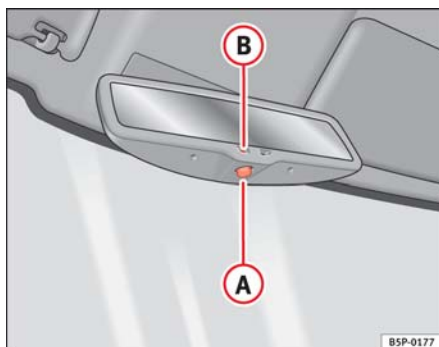

Fig. 81 Retrovisor interior con ajuste automático para posición antideslumbrante.
- Pulse la tecla **A** ⇒ fig. 81. El testigo de control **B** se apaga.
- Pulse la tecla **A** ⇒ fig. 81. El testigo de control se enciende.